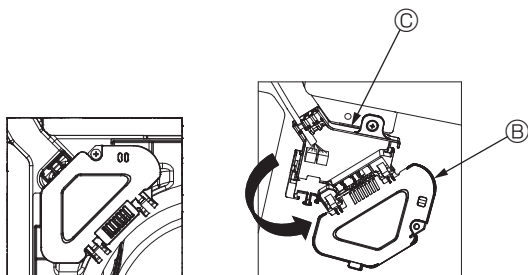

Fig. 4-5
- ③ Retire o parafuso que segura a tampa da caixa de conexão e, em seguida, abra a tampa. (Fig. 4-5)
- ④ Coloque o conector dos fios de junção na caixa de conexão.
- ⑤ Instale a tampa dos fios e a tampa da caixa de conexão.